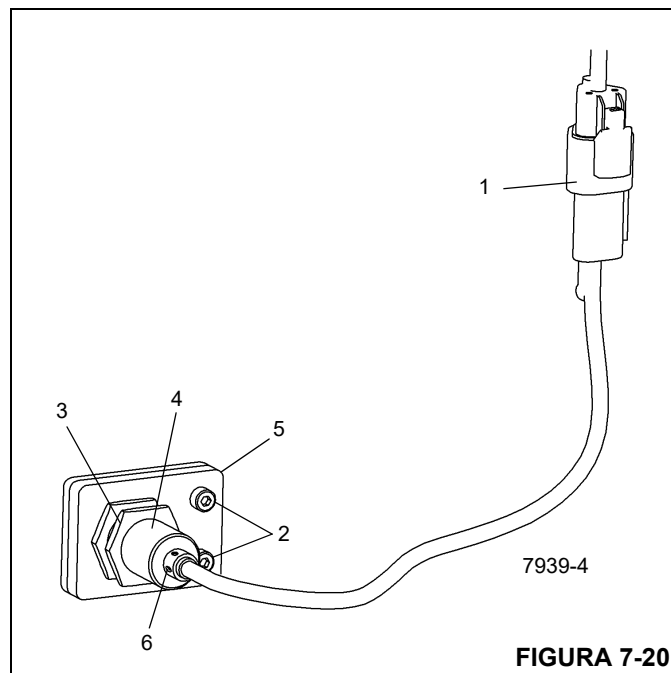

FIGURA 7-20
1. Desconecte el conector eléctrico (1, Figura 7-20) en el interruptor.
2. Retire los dos tornillos (2, Figura 7-20) que sujetan el conjunto de interruptor/escuadra de montaje a la caja del gato.
3. Afloje la contratuerca (3, Figura 7-20) que sujeta el interruptor (4) a la escuadra de montaje; retire el interruptor.
2. Enrosque el interruptor (4, Figura 7-20) en la escuadra de montaje (5) de modo que la cara del interruptor sobresalga 10 mm a través de la escuadra.
3. Use los dos tornillos (2, Figura 7-20) para fijar el conjunto de interruptor/escuadra de montaje a la caja del gato.
5. Apriete la contratuerca (3, Figura 7-20) en el interruptor.
6. Conecte el conector eléctrico (1, Figura 7-20) al interruptor.
7. Con la unidad encendida y la viga del gato completamente extendida, compruebe que el LED (6, Figura 7-20) del interruptor de proximidad se ilumina; retraiga la viga del gato y verifique que el LED no está iluminado.